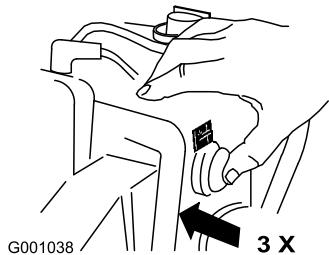

Figura 25
- Con il pollice, spingete tre volte lo starter con forza, lasciandolo inserito ogni volta per un secondo prima di rilasciarlo (Figura 25).